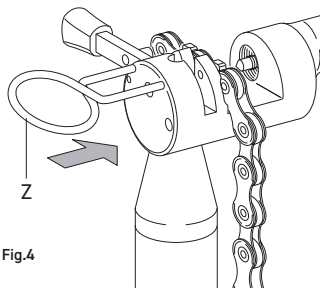

Fig.4
- bloccate la maglia con l'apposito dispositivo di blocco (**Z**) (**Fig. 4**);